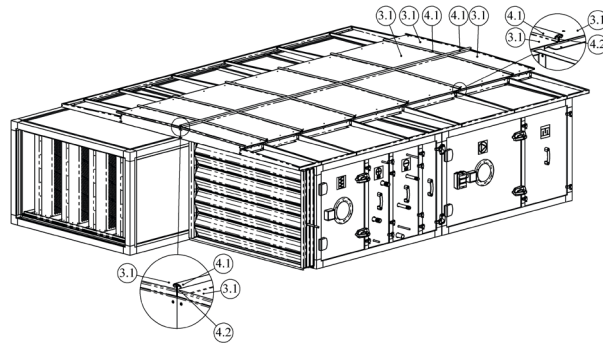

Abb. 7.4
5. Beginnen Sie die Montage der Segmente vom Zentrum der Einheit aus. Passen Sie die Abschnitte einer bestimmten Breite des Daches mit dem gleichen Abstand des Rahmens an. Dichtungstreifen zwischen zwei Segmenten auftragen. Dichtungsgummi wird nur auf die Seitenfläche eines Segments aufgetragen. Die Segmente sind mit dem C-Profil verbunden und durch selbstschneidende Schrauben von 4,8 x 19 DIN7504K am Rahmen befestigt (siehe Abbildung 7.4).